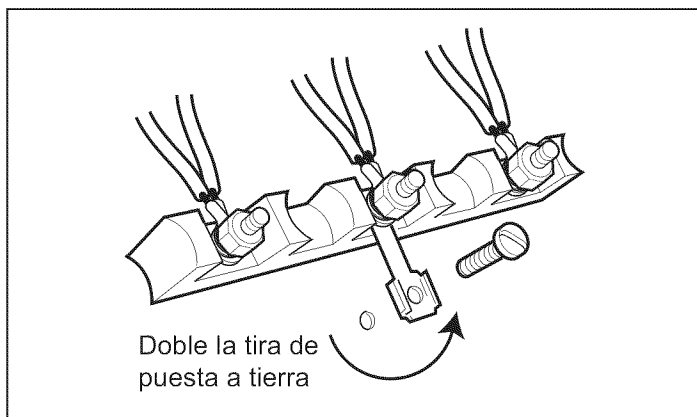

Figura 12: Tira de puesta a tierra
cable de tierra a la caja de conexiones con el tornillo previamente usado para fijar la tira de puesta a tierra. Consulte la Figura 12. Conecte la extremidad libre del conducto a la caja de conexiones de la zona de suministro de gas y de alimentación eléctrica, como se muestra en la Figura 3a en la página 8.
2. Quite la tira de puesta a tierra y doble la tira hacia arriba como se muestra en la Figura 12.